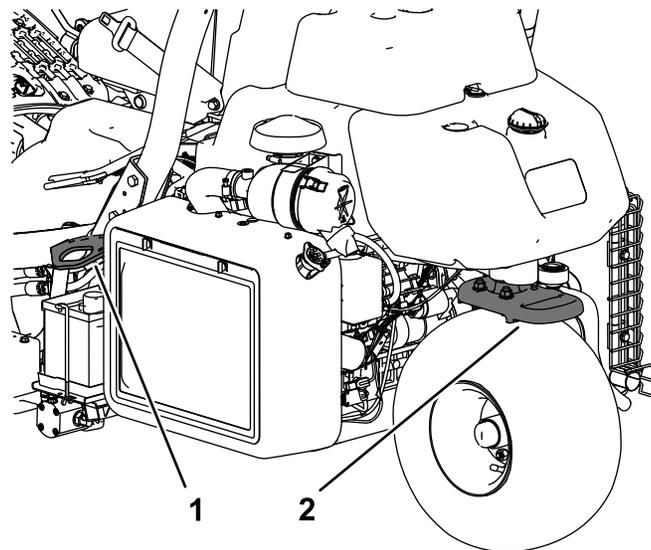

図 26
- 荷台に載せたら、ストラップ、チェーン、ケーブル、ロープなどで機体を確実に固定してください。機体の前後に取り付けた固定ロープは、どちらも、機体を外側に引っ張るように配置してください 図 26。